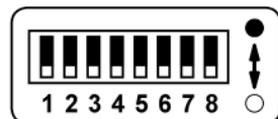

Рис.1. DIP-переключатели
- 3.3. Установите DIP переключателями значение выходного тока, необходимого для питания подключаемой нагрузки. Соответствие положения переключателей и тока указано на корпусе диммера. Черная точка соответствует верхнему положению переключателя, белая – нижнему (Рис.1).
Черная точка соответствует верхнему положению переключателя, белая – нижнему (Рис.1).